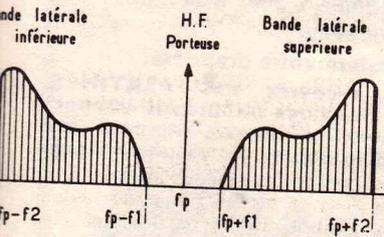

FIG. 1
Le spectre de fréquence d'une onde modulée en amplitude (AM) contient trois fréquences : la porteuse et deux fréquences placées symétriquement par rapport à la porteuse et distantes en fréquence de celle-ci, d'une fréquence égale à la basse fréquence modulatrice (fig. 1).
1° Étalement inférieur de 50 % à la modulation d'amplitude. C'est ce qui ressort de l'examen de la figure 1 qui représente l'espace occupé par une émission sur une fréquence F_p modulée en amplitude avec une bande passante F1-F2 que nous supposons de 4 kHz. La largeur de bande occupée s'étend de $F_p - F_2 + F_p + F_2$, soit 8 kHz. Si nous supprimons l'une des bandes latérales, la place occupée ne sera plus que 4 kHz, et deux émissions BLU situées à 4 kHz ne se gêneront plus.